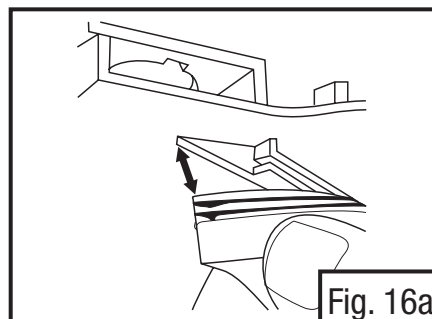
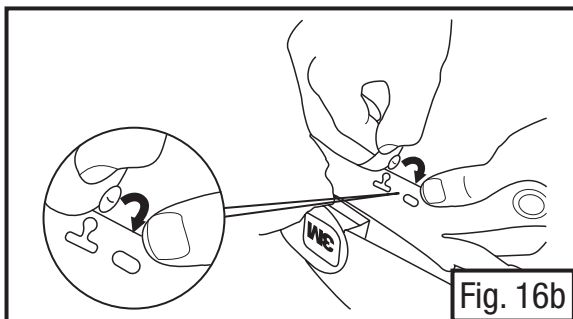

Fig. 16a
Fig. 16b
- Para instalar a vedação da testa, agarre com firmeza a vedação preta e alinhe com o equipamento para a cabeça de acordo com a Fig. 16a. **Observações:** O lado da vedação com brilho deve estar de frente para você (i.e. para fora) quando instalar a vedação. Pressione a vedação com firmeza para dentro da ranhura em pequenas áreas. As duas nervuras da vedação devem ficar completamente inseridas na ranhura. Segure com firmeza a guia de tecido com o botão e dobre para dentro da carneira. Fixe o botão da vedação da testa na carneira (Fig. 16b).